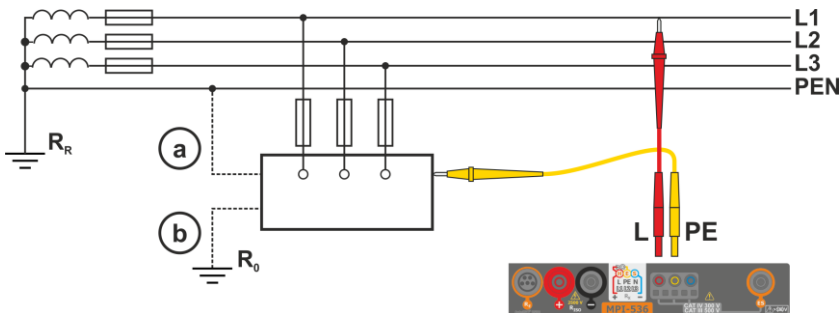

Fig. 4.2 Überprüfung des Prüfgerätegehäuses auf Schutz gegen elektrischen Schlag im Falle eines: (a) TN Netzes oder (b) TT Netzwerk
- 1 Schließen Sie die Messleitungen gemäß der Abbildung Fig. 4.1 oder Fig. 4.2 an.